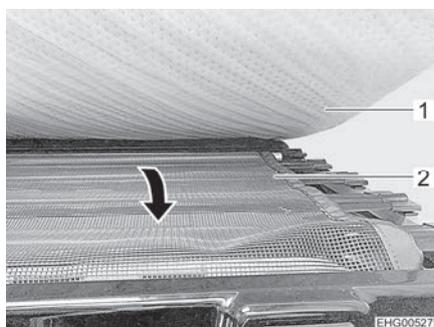

Fig. 62 Red de seguridad
- Extraer la red de seguridad (Fig. 62,2) de debajo del colchón (Fig. 62,1) y extenderla sobre el orificio de acceso.